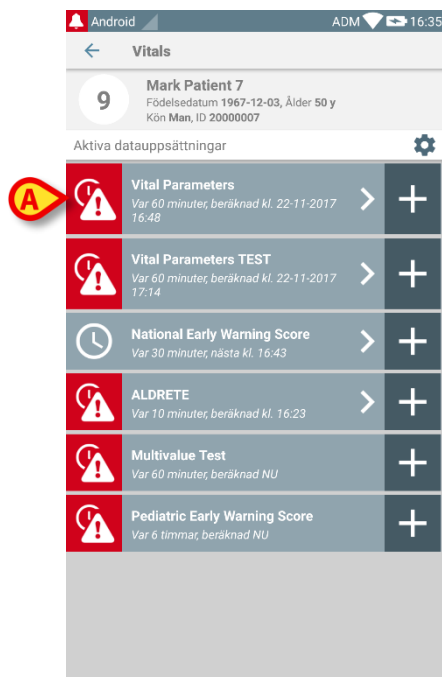
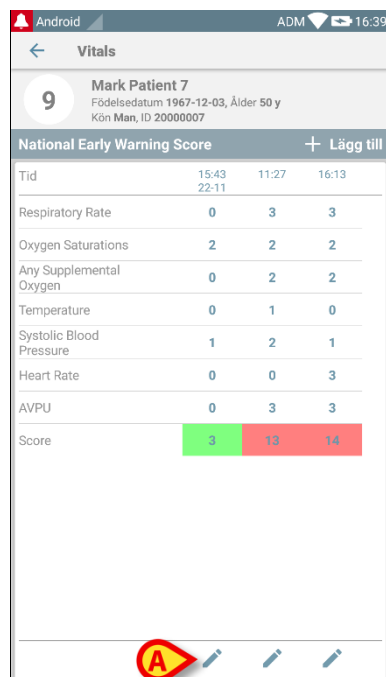

Fig. 56
Fig. 57
För att redigera en befintlig uppsättning, på skärmbilden med listan över datauppsättningar (Fig. 56):
- Välj relevant datauppsättning (till exempel Fig. 56 **A**). Sammanfattningen av de insamlade datauppsättningarna öppnas (Fig. 57).
- Tryck på ikonen av pennan som motsvarar uppsättningen som ska redigeras (Fig. 57 **A**).